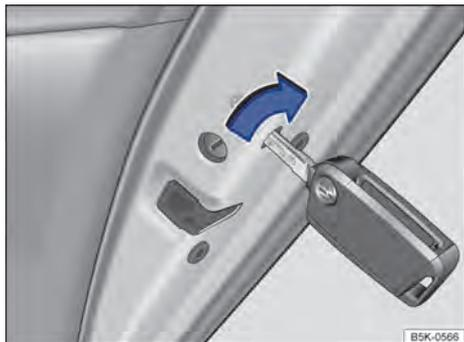

Fig. 55 Cierre de emergencia del vehículo con la llave del vehículo.
- Introducir la paleta de la llave en la ranura → fig. 55 y girarla.